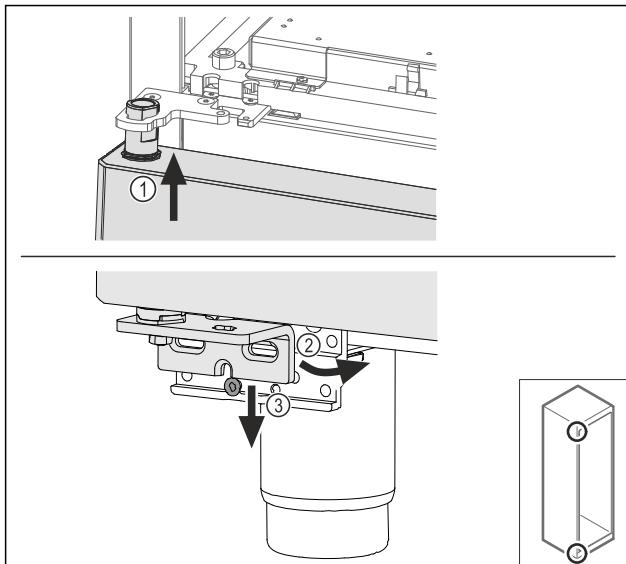

Fig. 64
- ▶ Naviňte hore zľahka naklonené dvere Fig. 64 (1), rovno vyrovnejte dvere Fig. 64 (2) a nasadte ich dole na skrutku ložiskovej konzoly Fig. 64 (3).